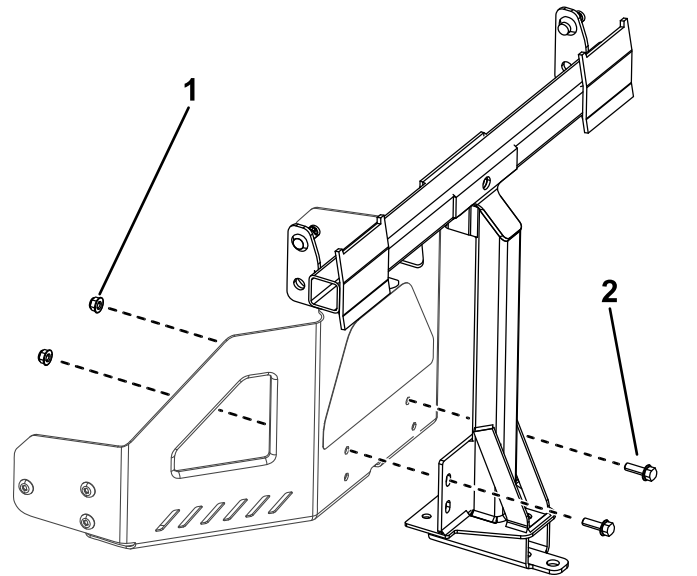

Figure 8
- Montez le cadre pivotant sur le cadre de la machine comme montré à la Figure 8. Fixez le cadre pivotant à la machine au moyen de 2 boulons (5/16" x 1") et 2 contre-écrous (5/16").